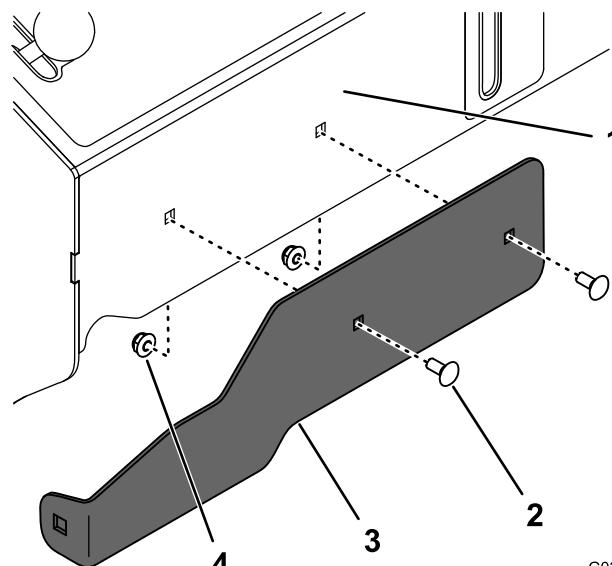

図 12
11. コントロールタワーの前部に前側取り付け ブラケットを仮止めするキャリッジボルト  $\frac{1}{4}'' \times \frac{5}{8}''$  2本と、ナット  $\frac{1}{4}''$  2本を使用して図 12 のように取り付ける。